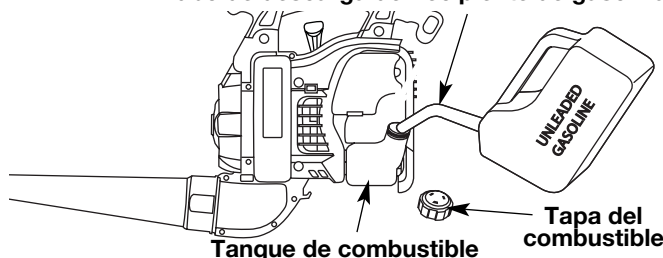

Fig. 13
1. Saque la tapa de la gasolina (Fig. 13).
2. Coloque el pico del recipiente de gasolina en el orificio de llenado del tanque de gasolina (Fig. 13) y llene el tanque.